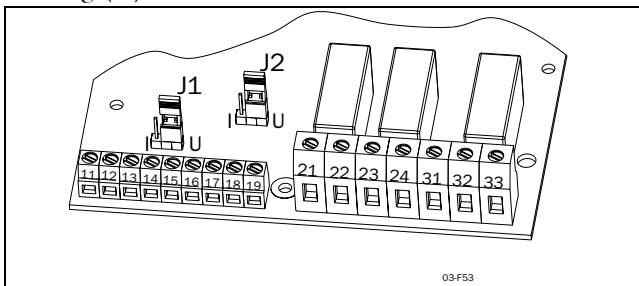

Fig. 38 Het instellen van de spanning of stroom voor de analoge ingang.
2. Zet jumper J1 op de controlprint in de spannings- (U) of stroombesturing (I) signaalstand, zie Fig. 38 en Fig. 24, pagina 28. De fabrieksinstelling is spanning (U).